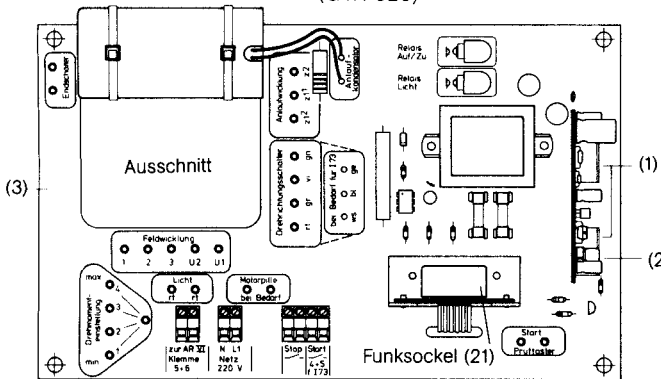

Bild 10
GTA 520: Drehmomenteneinstellung über Steckbrücke an Motorsteuerung (Bild 10).
Der Empfänger (20) E 43B wird in den vorgesehenen Funksockel (21) auf der Platine (Bild 10) im Steuergehäuse (8) eingesetzt. Die beiliegende Antenne wird mit dem Miniaturstecker in die Koaxialbuchse (23) des Empfangsgerätes (20) eingesteckt, aus dem Gehäuse (8) herausgeführt und senkrecht ausgerichtet.